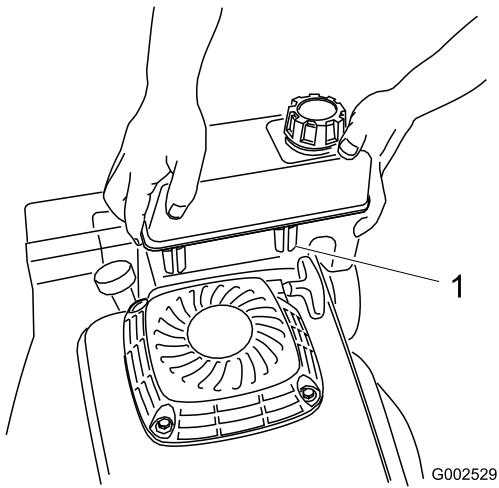

Figura 5
- Mettete i fermagli in plastica, sulla parte anteriore del serbatoio carburante, sopra l'attacco del serbatoio (Figura 5).